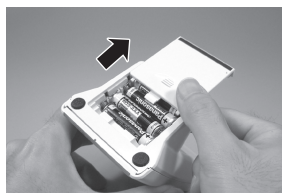

Рис. 3
- 1) Выдвинуть крышку, расположенную на нижней части прибора, и вытащить батарейки (Рис. 3).